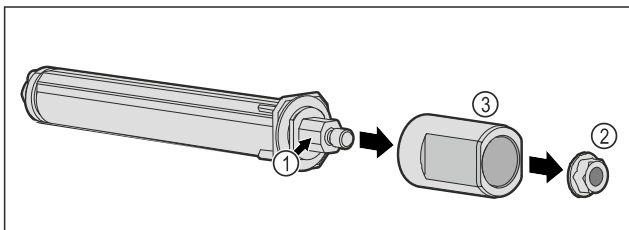

Fig. 58
- ▶ Nerozoberajte systém zatvárania dverí Fig. 58 (1).
- ▶ Odstráňte maticu Fig. 58 (2).
- ▶ Odoberte puzdro Fig. 58 (3).